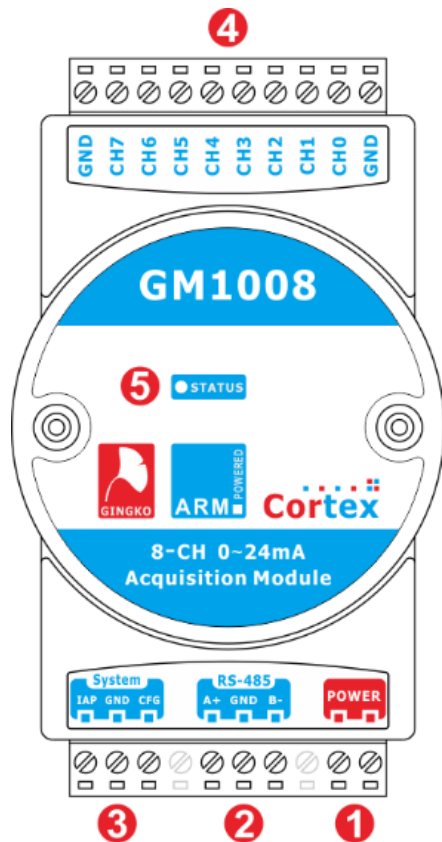

图 1.1 模块接口标注说明
模块采用 7.5V~36V 直流电源供电, 通过导线连接图 1.1 中①端口上, 连接时不分正负。正确连接电源后, LED 指示灯会指示相应工作状态。